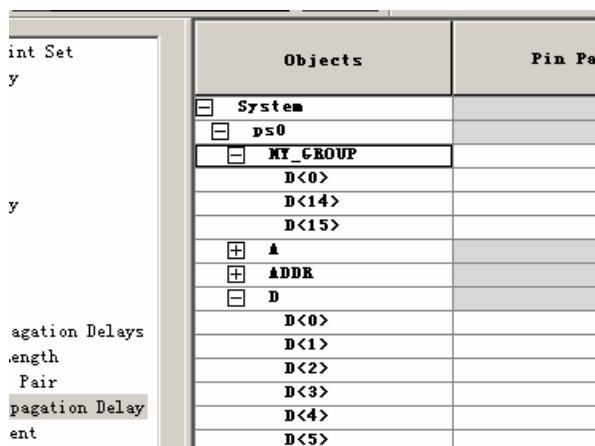

图 3-6 约束管理器显示界面
13. 点击 **OK** 按钮，**请见图 3-6 约束管理器界面。**